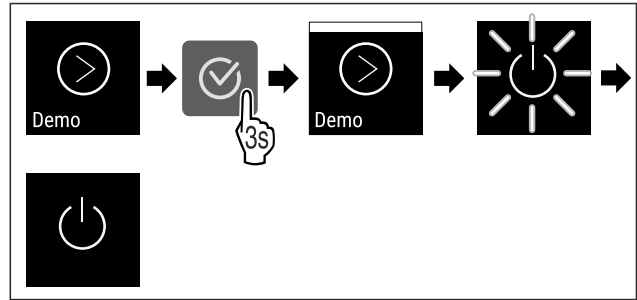

Fig. 111
- ▶ Εκτελέστε τα βήματα ενεργειών (βλέπε Fig. 111) .